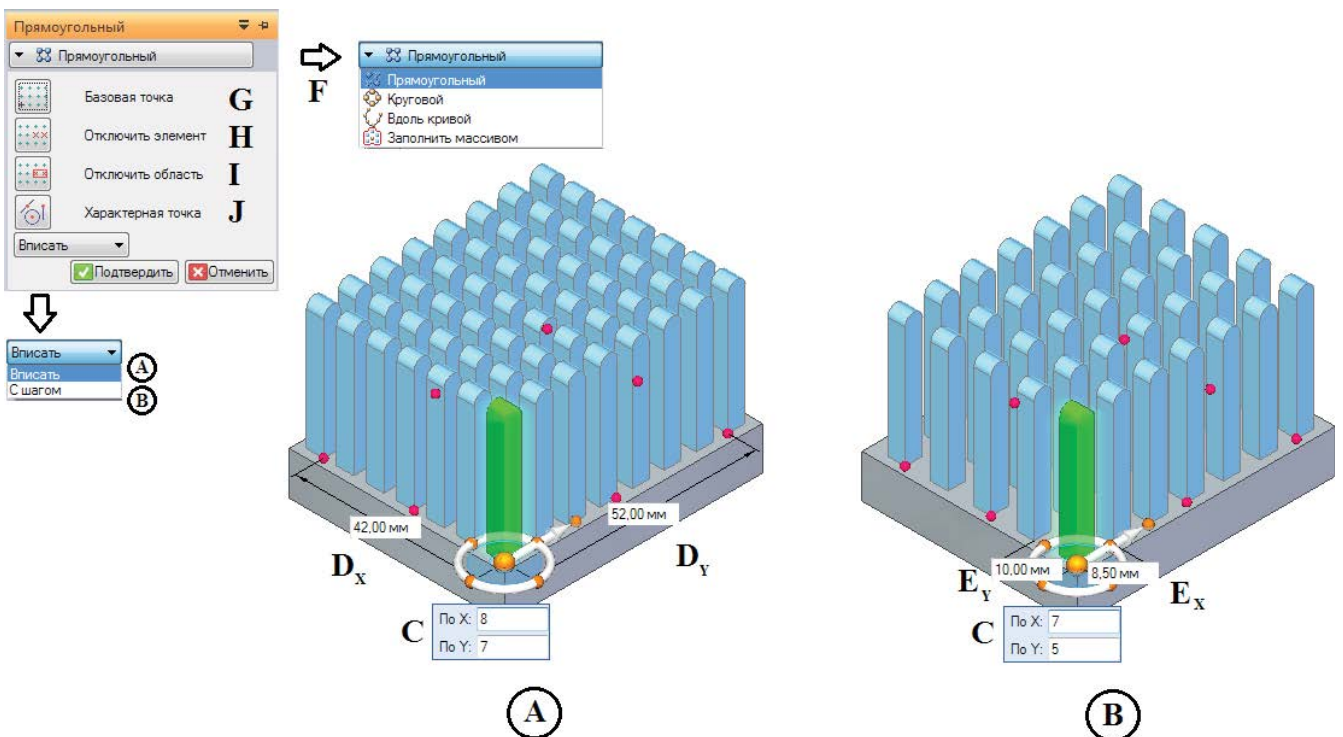

Рис. 2.5.2. Инструменты редактирования параметров прямоугольного массива в режимах Вписать (А) и С шагом (В)
Прямоугольный массив может размещаться на любой плоской грани, базовой плоскости или плоскости главной системы координат. После выбора плоскости на ней будет построен образец массива, а в полях ввода графического окна и в активированном меню команды можно настроить различные параметры создаваемого массива (рис. 2.5.2).
Определяющим является режим создания массива – **Вписать** (рис. 2.5.2, А) или **С шагом** (рис. 2.5.2, В), в каждом из которых в динамических полях ввода задается количество элементов по обеим осям X и Y (C).